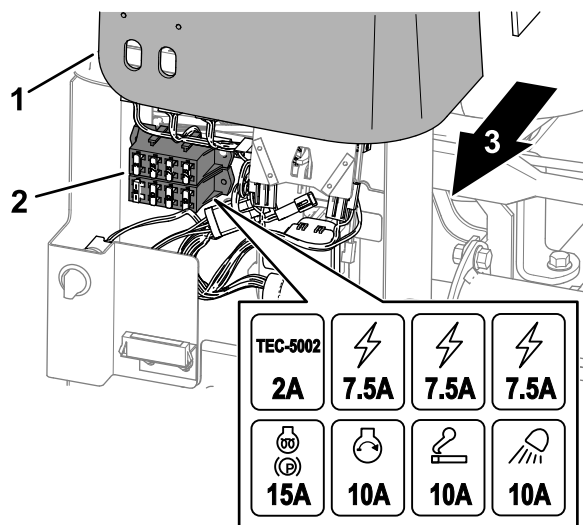

Рисунок 70
1. Поднимите крышку с рычага управления (Рисунок 70).
2. Найдите перегоревший предохранитель в держателе предохранителя или блоке предохранителей (Рисунок 70).
4. Установите крышку на рычаг управления (Рисунок 70).